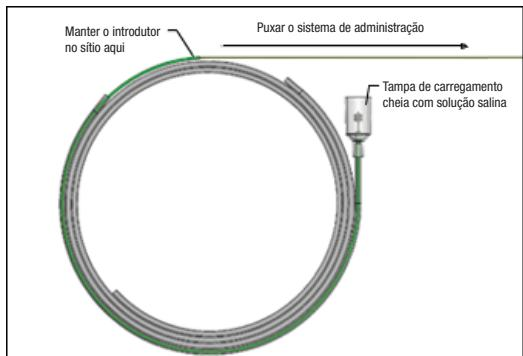

Figura 5 – Puxar o sistema de administração na direção proximal para retrair o implante
16. Segure o introdutor verde com uma mão, agarre no sistema de administração e puxe suavemente na direção proximal para começar a retrair o implante. Consulte a Figura 5.